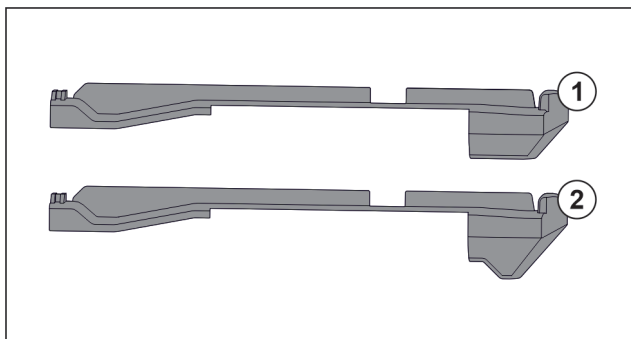

Fig. 121 Vergleich der Aufsteckteile
Im Gerät befinden sich zwei unterschiedliche Aufsteckteile. Das Aufsteckteil über dem untersten Schubfach Fig. 121 (2) hat eine dreieckige Kante. Alle anderen Aufsteckteile Fig. 121 (1) haben eine gerade Kante.
- Aufsteckteil Fig. 121 (2) mit der dreieckigen Kante über dem untersten Schubfach anbringen.
- Aufsteckteil Fig. 121 (1) mit der geraden Kante an allen anderen Stellen anbringen.